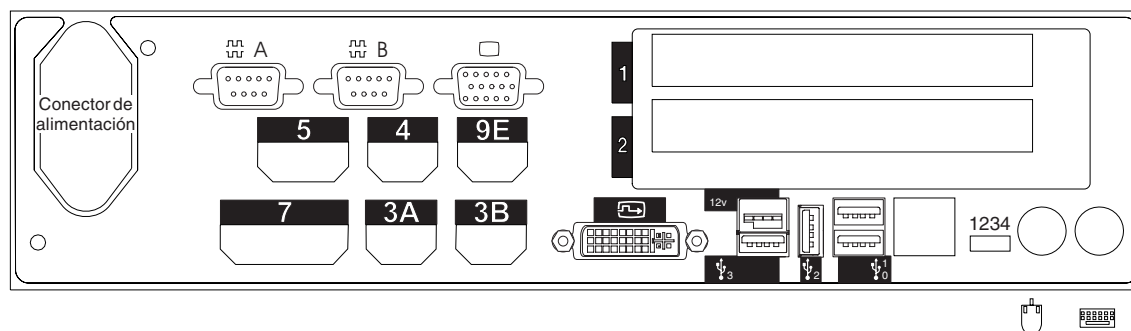

Figura 114. Parte posterior del Controlador/Terminal IBM 4694-207
8. En la Figura 114 marque con una X los zócalos a los que se conectan los dispositivos POS.